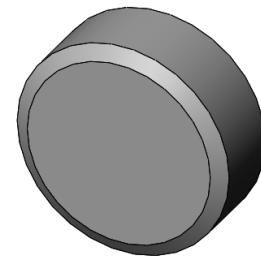

图 4-74 生成螺栓头部基本模型倒角
- [5] 单击【确定】按钮 ，生成螺栓头部基本模型倒角，如图 4-74 所示。